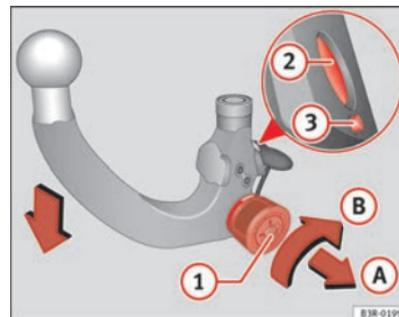

Fig. 155 Dispositivo de reboque desmontável: Submeter a rótula a pré-tensão
- Insira a chave ① ⇒ página 209, fig. 155 na fechadura da roda recartilhada e rode-a no sentido da marca vermelha.
- Puxe a roda recartilhada no sentido que indica a seta A e rode-a em seguida sem deixar de a puxar no sentido da seta B até que o perno de bloqueio ② encaixe e até que se possa ver que a alavanca de desencaixe ③ sai ⇒ ⚠.